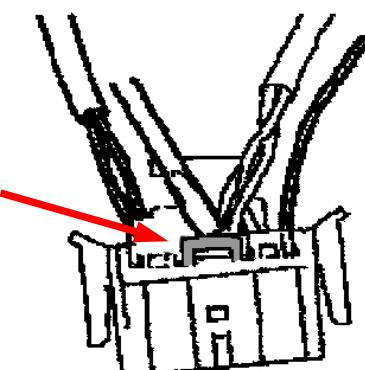

Fig. 2
- Aprire il dispositivo di bloccaggio sul connettore. (vedi fig. 2). **Attenzione!** Registrare i colori dei cavi e le posizioni dei contatti nel connettore.